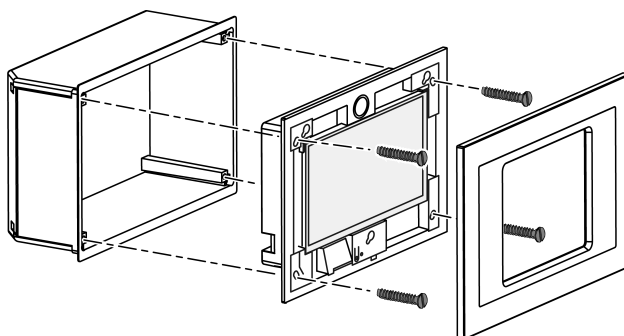

Bild 3: Montering i inbyggnadsmodul
- i** Rekommendation: Montera i ögonhöjd för att underlätta avläsning. Använda Control-9-inbyggnadsmodulen för monteringen (Bild 3).